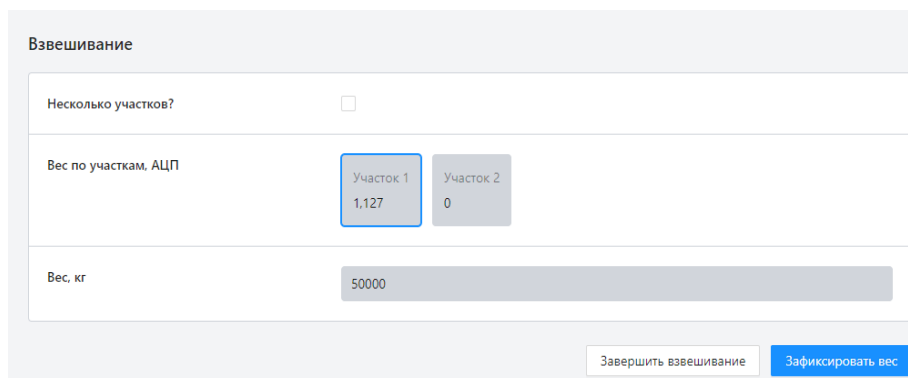

Рисунок 51 – Окно взвешивания
5. В открывшемся окне (Рисунок 51) взвешивания установите флаг в поле **«Несколько участков?»** в том случае, если эталонный вес расположен на всех весовых участках.